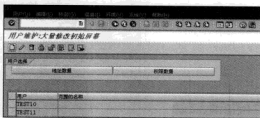

图 4-68 “用户维护：大量修改初始屏幕”界面
STEP 1 在命令栏输入 SU10 命令，进入“用户维护：大量修改初始屏幕”界面，如图 4-68 所示。